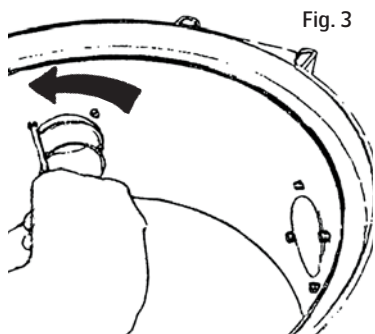

Fig. 3
1. Løsne sugstussen- skru ut de fire kombi Torx-skrueene med en Torx T20 eller en vanlig skrutrekker, Fig. 3.